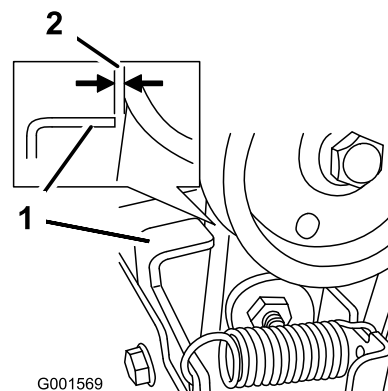

Рисунок 37
3. При отпущенном рычаге шкива/крыльчатки убедитесь в том, что зазор между узлом муфты шкива и лапкой составляет 1,5 мм (Рисунок 37).